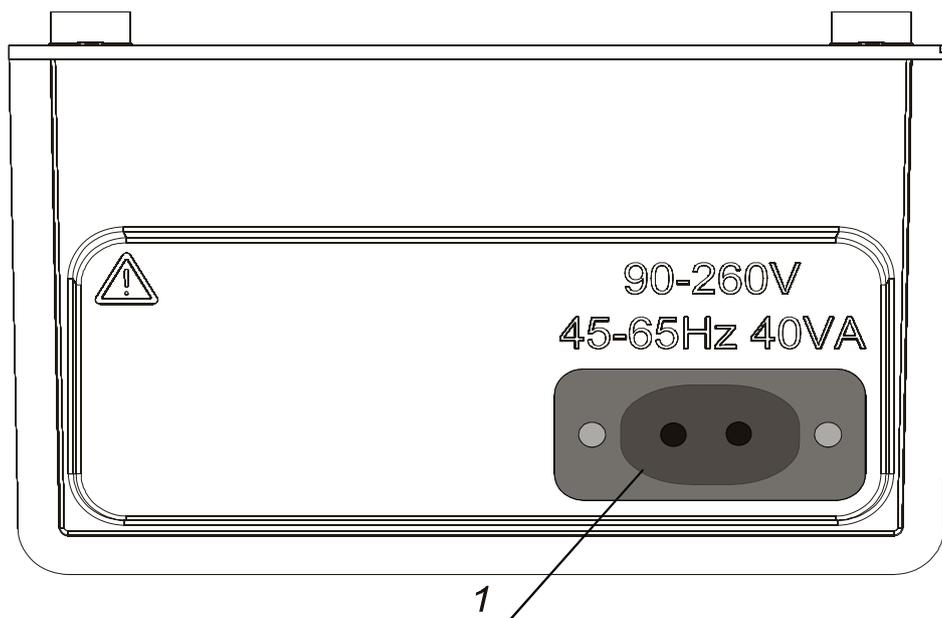

Bild 4. Netzeinbaustecker
- Einbaustecker für Netzkabel zur Netzsteckdose (**Bild 4**).